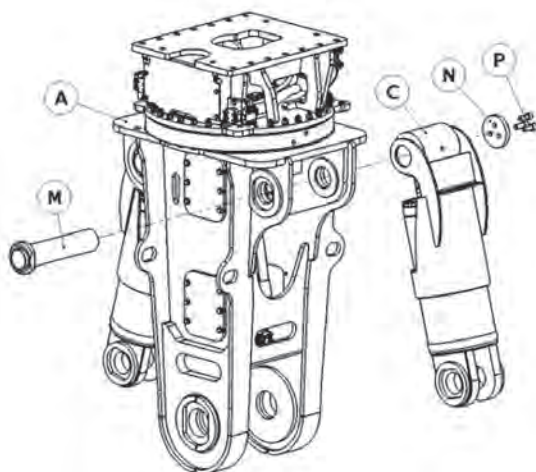
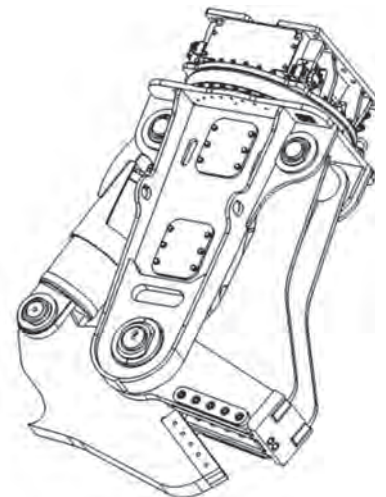

Рис. 14
Рис. 15
• После снятия комплекта со станины (см. процедуру замены комплекта), для использования комплекта челюстей для резки листового металла также необходимо снять цилиндры (C) (Рис. 14).
- Выкрутите винты (P) и снимите стопорную шайбу (N).
- Снимите палец (M), который удерживает цилиндр (C).
- Снимите цилиндр (C) со станины (A).
- Вставьте новый комплект челюстей для резки листового металла (Рис. 15).